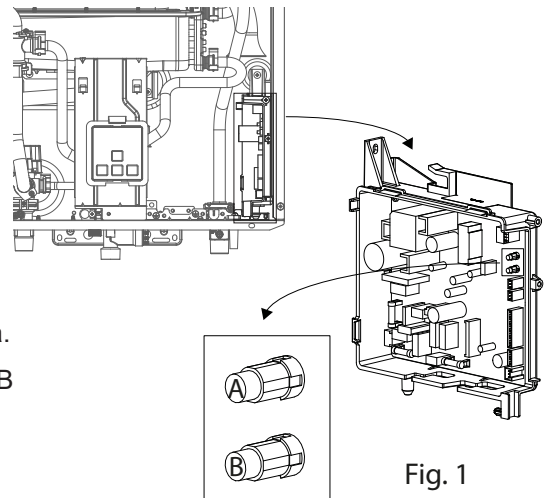

Fig. 1
1. Scollegare i connettori indicati in Fig. 1 e il connettore del sensore di fiamma.